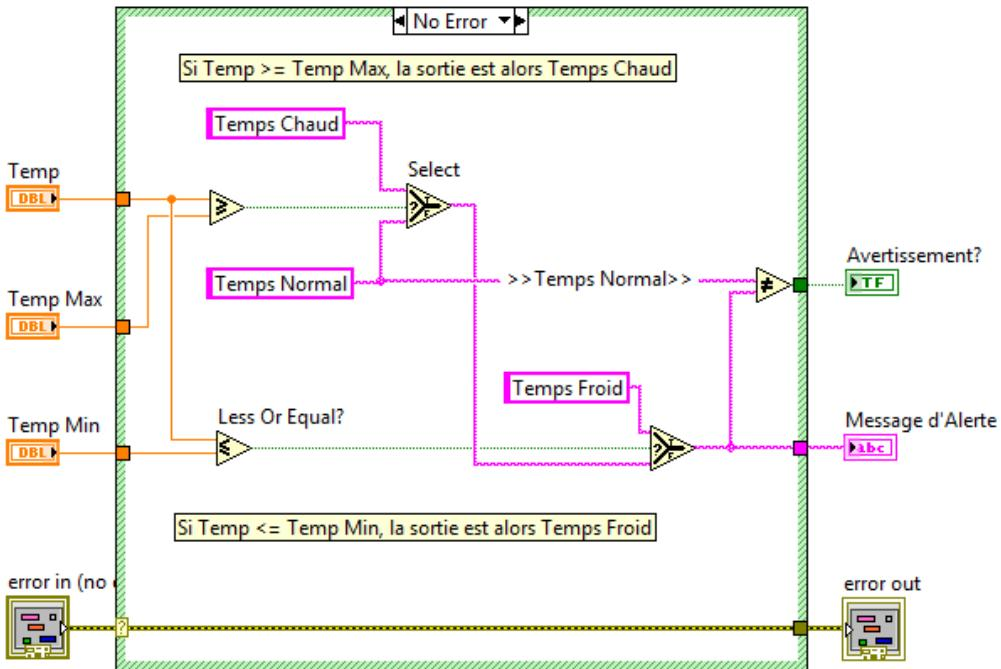

Figure 2.7. Le cas **No Error** de la structure **Case**.
- ✓ Entourer le code du diagramme avec une structure **Case (Case Structure)** comme le montre la **figure 2.7**. Tous les indicateurs et les contrôles du VI doivent être laissés en dehors de la structure **Case**.
- ✓ Câbler le cluster d'erreur **error in**, à travers la structure **Case**, à l'indicateur **error out** comme indiqué dans la **figure 2.7**.